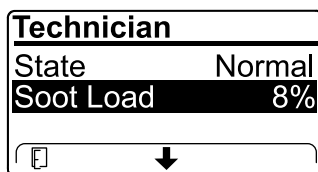

Figura 43
- Vea la carga de hollín que se mide como porcentaje de hollín en el DPF (Figura 43); consulte la tabla de carga de hollín.